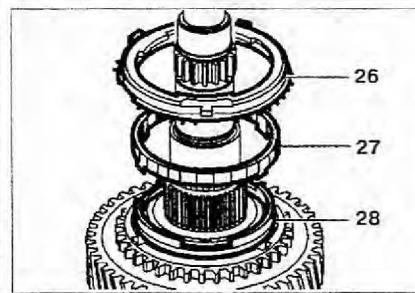

Рис. 4.35. Снимите конусные кольца 26 и 28 и внутреннее кольцо 27 синхронизатора.
15. Снимите конусные кольца 26 и 28 и внутреннее кольцо 27 синхронизатора (рис. 4.35).